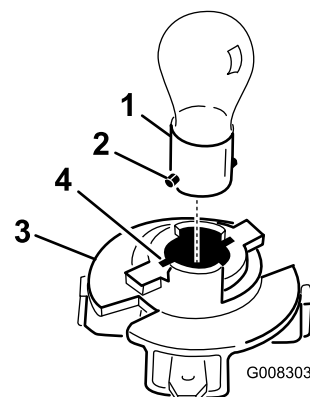

Bild 32
8. Drücken Sie die Birne hinein, drehen Sie sie entgegen dem Uhrzeigersinn bis zum Anschlag (ca. 1/4 Umdrehung) und nehmen Sie sie aus der Birnenfassung heraus (Bild 32).
1. Richten Sie die Metallstifte am Birnensockel mit den Schlitz in der Birnenfassung aus und setzen Sie den Sockel in die Fassung (Bild 32).
3. Richten Sie die Nasen an der Birnenfassung mit den Schlitz im Reflektor aus (Bild 32).